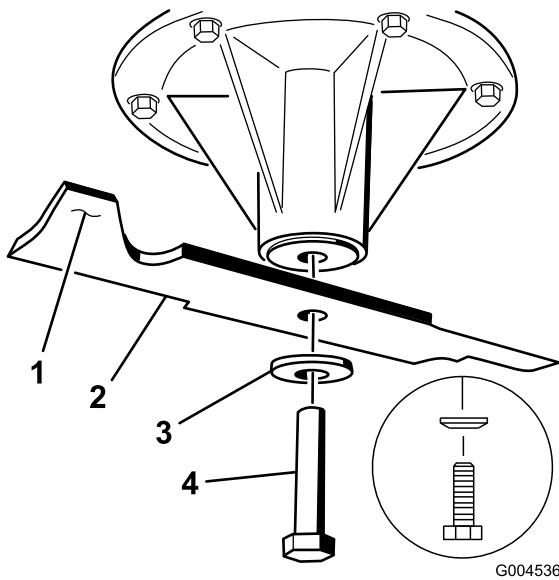

図 9
2. スピンドルに新しいブレードを取り付ける；ワッシャ、ブレードボルトは先ほど取り外したものを使用する（図 8 または 図 9）。
4. グランドスタンド芝刈り機およびフローティング型刈り込みデッキでは、ブレードボルトを 85-110 ft-lb (115-150 N-m=11.8-15.2 kg/cm2) にトルク締めする（図 9）。